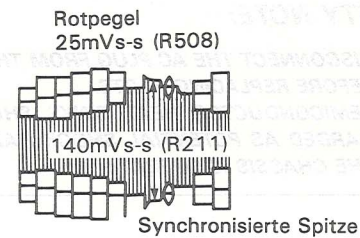

Abbildung 51
- 4) Die synchronisierte Spitze wie in Abbildung 51 gezeigt mittels R211 (REC Y LEV) auf 140 mVs-S einstellen.